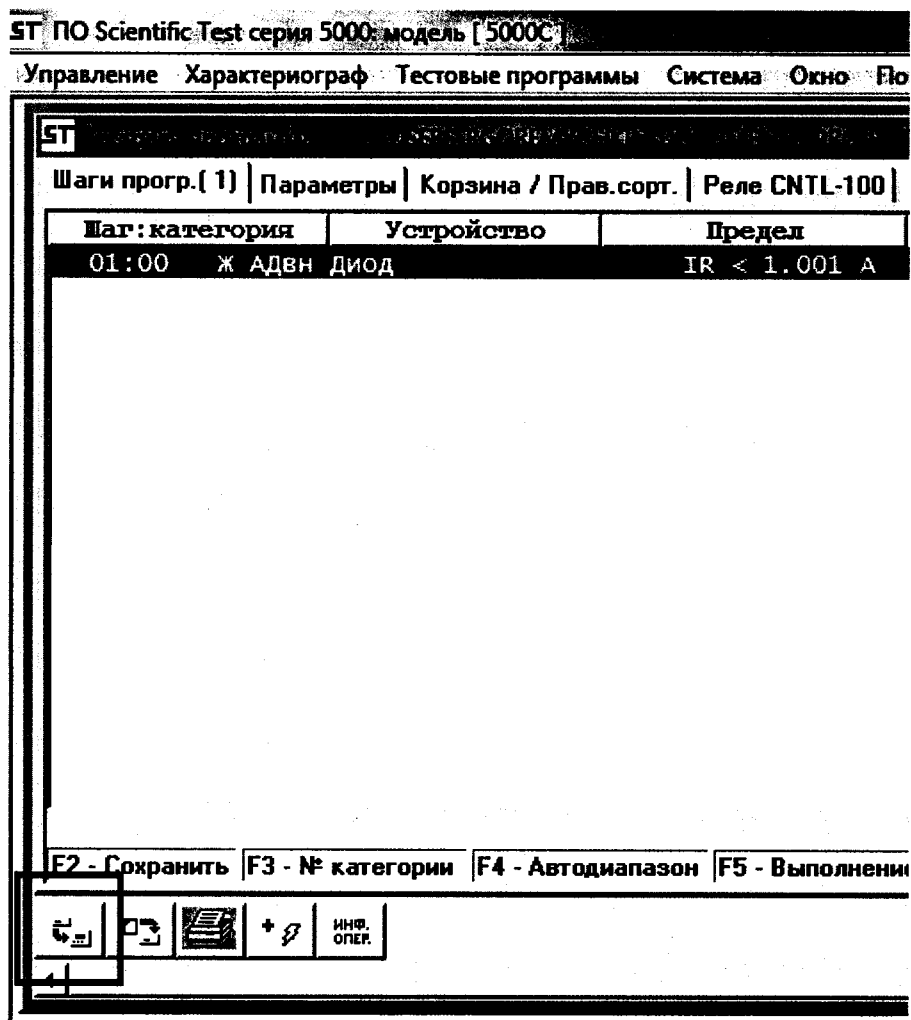

Рисунок 16 – Кнопка «Загрузить тестовую программу в тестер для выполнения».
7.2.6.4 После ввода значений тока и напряжения в поля IR и VR загрузите программу проверки в тестер, для чего нажмите кнопку «Загрузить тестовую программу в тестер для выполнения» (рисунок 16).
7.2.7.4 После ввода значений тока и напряжения в поля IR и BVR загрузите программу проверки в тестер, для чего нажмите кнопку «Загрузить тестовую программу в тестер для выполнения» (рисунок 16).